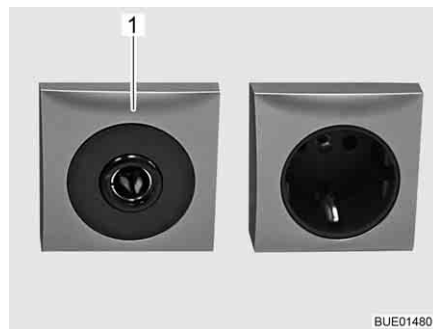

Fig. 147 Tomada de 12 V/10 A
- ▷ Nas tomadas (Fig. 147,1) de 12 V da rede elétrica ligue unicamente aparelhos com um máximo de 10 A.